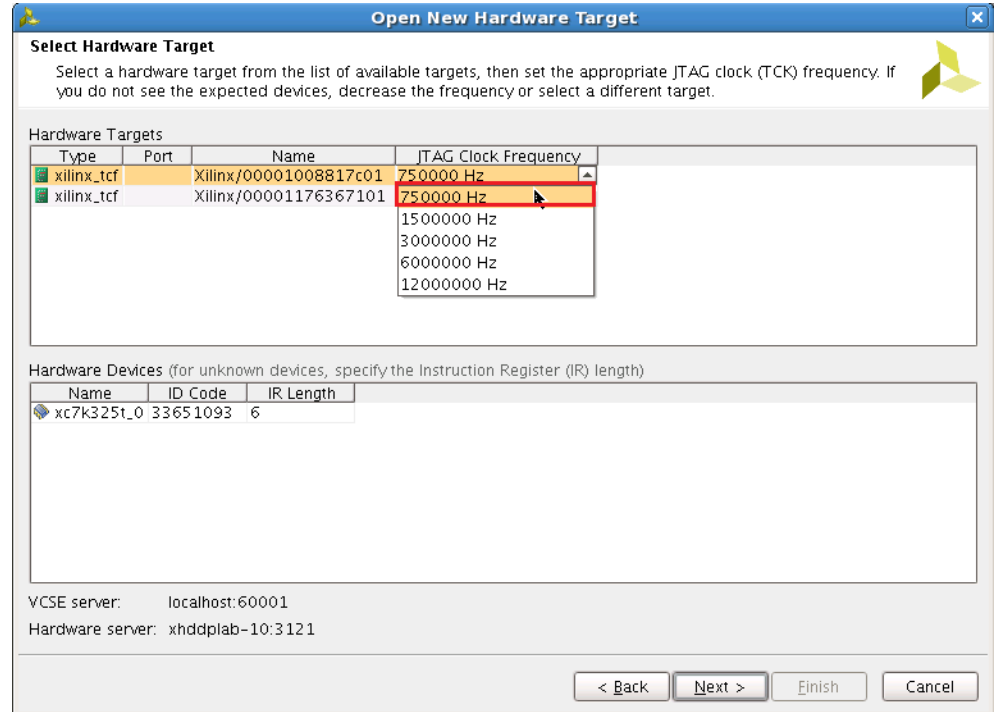

図 18 : [Select Hardware Target]
4. [Select Hardware Target] ページで、両方のボードについて [JTAG Clock Frequency] に [750000Hz] を指定します (図 18)。